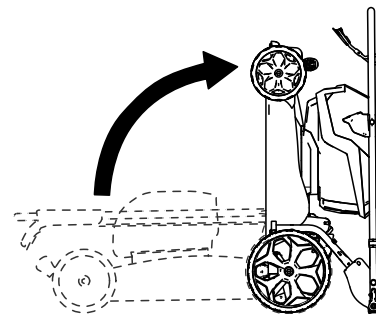

Figura 16
5. Pliegue el manillar hacia adelante del todo, como se indica en la Figura 16.
6. Levante la parte delantera de la máquina con el manillar y llévela al lugar de almacenamiento (Figura 16).